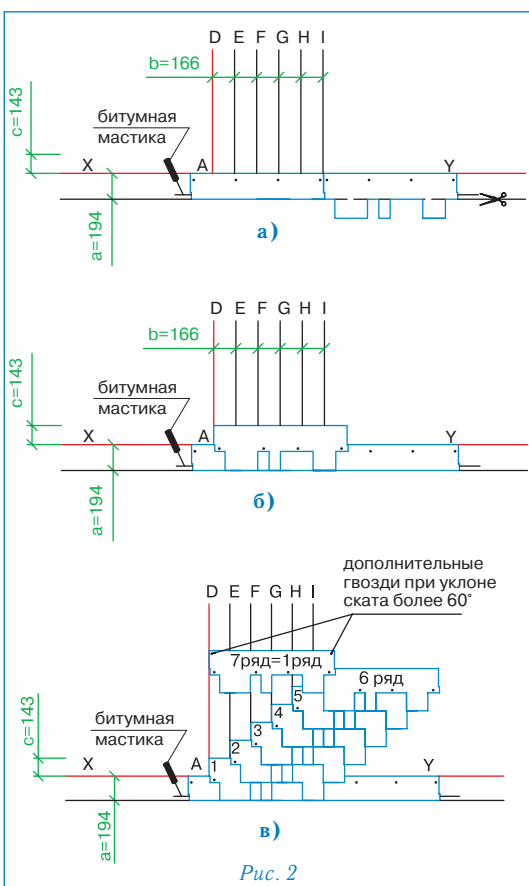

Рис. 2
Укладка материала (рис. 2)
- Начальный ряд формируется из листов черепицы ГОТИК с обрезанными лепестками. Полученные таким образом полосы шириной 19,4 см укладываются по линии карниза в обе стороны от линии I (рис. 2а) и фиксируются по нижнему краю битумной мастики, а по верхней кромке 4 гвоздями (ось гвоздей на 5 см ниже верхнего края полосы);
- далее первый ряд черепицы укладывается от линии AD (рис. 2б);
- второй ряд укладывается от линии E (со смещением 16,6 см от AD) (рис. 2в);
Каждый лист черепицы ГОТИК крепится 4 гвоздями таким образом, чтобы гвоздь прошивал и верхний край низлежащего листа черепицы (рис. 2в).